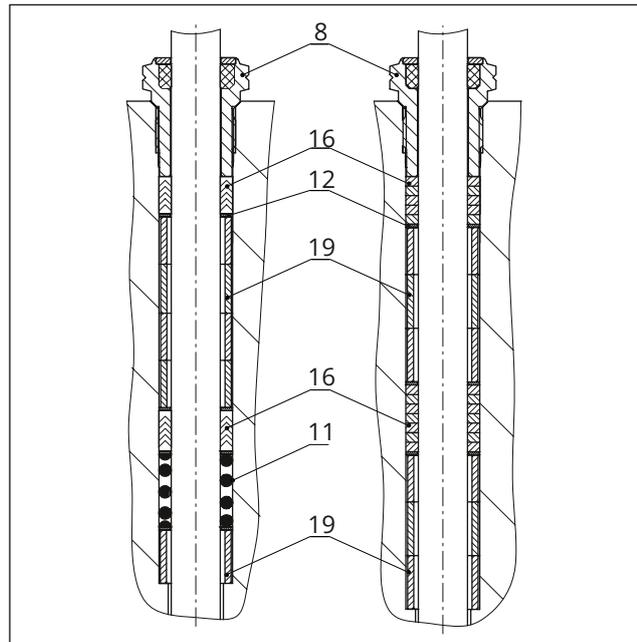

Bild 16: Stopfbuchspackungen: Standard (links) · Hochtemperatur (rechts)
14. Stopfbuchsteile mit einem geeigneten Werkzeug vorsichtig über die Kegelstange in den Packungsraum einschieben. Korrekte Anordnung beachten, vgl. Bild 16.
15. Schrauben (13) durch die Schraubflansche (57, 111) stecken und festziehen. Anzugsmomente beachten.
16. Gehäusemutter (14) schrittweise über Kreuz anziehen. Anzugsmomente beachten.
17. Gewindebuchse (8) einschrauben und festziehen. Anzugsmomente beachten.
18. Joch (3) auf das Zwischenstück (2) setzen und mit Schlagmutter (92) festschrauben.
19. Kontermutter (10) und Kupplungsmutter (9) lose auf Kegelstange schrauben..
18. Joch (3) auf das Isolierteil (21) setzen und mit Schlagmutter (92) festschrauben.
19. Kontermutter (10) und Kupplungsmutter (9) lose auf Kegelstange schrauben.